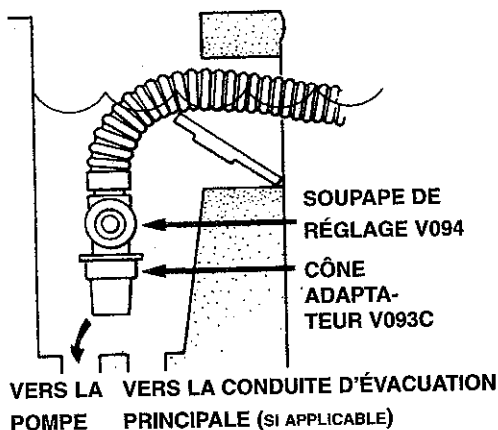

Figure 6
le Navigator à l'aide d'une ou de plusieurs soupapes dans le système de filtrage, de la Soupape de Réglage Hayward V094, ou d'une Plaque de Vide Automatique pour Écrémoir Hayward destinée à régler le vide/débit d'eau. Pour installer la Soupape de Réglage V094, éteignez le système de filtrage, retirez le tuyau du Cône d'Écrémoir V093C, et – après avoir fermé la Soupape de Réglage (en faisant tourner la bague bleue dans le sens des aiguilles d'une montre, vers +) – insérez-la dans le Cône d'Écrémoir, puis insérez l'extrémité du tuyau dans la Soupape de Réglage (voir Figure 6).
Certains écrémoirs possèdent deux (2) trous au fond. Il se peut qu'il y ait une soupape, un flotteur ou un couvercle sur ses trous. Retirez tout ce qui se trouve dans l'écumoir, de manière à exposer les trous. Le trou arrière est généralement l'orifice d'aspiration. Dans certains cas il sera nécessaire d'utiliser la Soupape de Réglage V094 pour contrôler le débit d'eau à travers le Navigator (voir Figure 6).